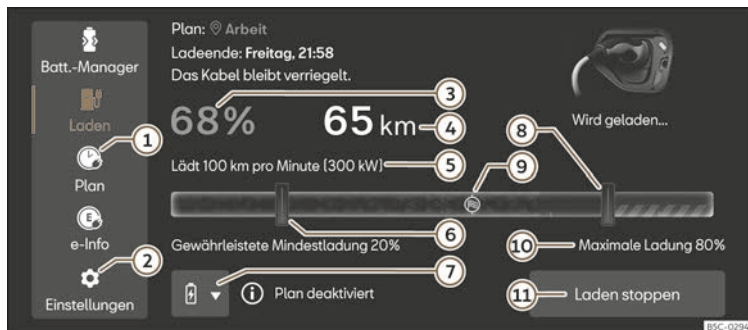

Abb. 65 Im Infotainment-System: Hauptmenü Laden.
2. Drücken Sie die Taste ② >>> (Abb. 65).